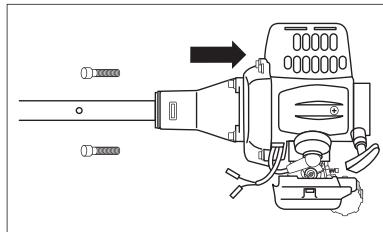

рис. 4
4. Установите штангу в сборе на двигатель, используя четыре винта (рис. 4). При этом выходной вал редуктора и бензобак должны располагаться с одной стороны